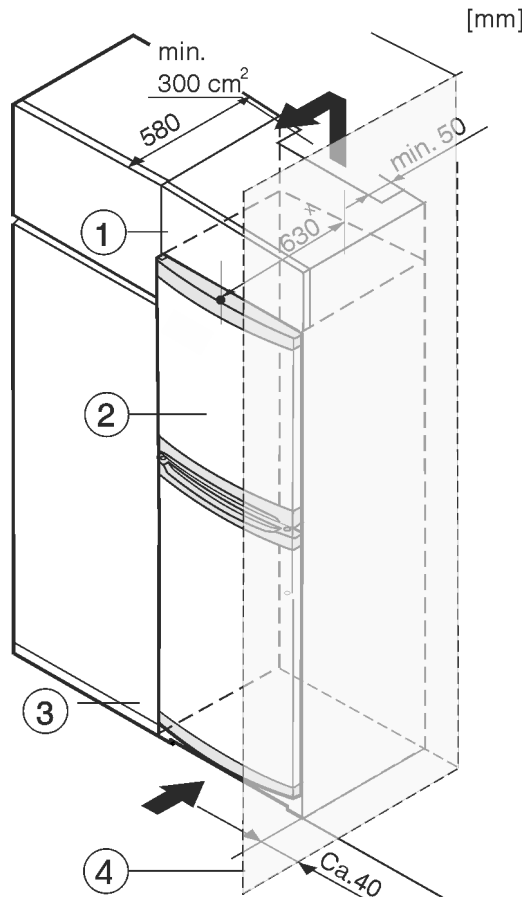

Fig. 8
- (1) Viseći ormar
- (2) Uređaj
- (3) Kuhinjski ormar
- (4) Zid
Uređaj se može adaptirati za ugradnju u kuhinjske ormare. Kako biste uređaj Fig. 8 (2) prilagodili visini kuhinjskog namještaja, iznad uređaja možete postaviti viseći ormar Fig. 8 (1).
Kod adaptacije s kuhinjskim ormarima (dubina maks. 580 mm) uređaj se može postaviti izravno uz kuhinjski ormar *Fig. 8 (3)*. Uređaj stoji bočno 34 mm x i u sredini uređaja 50 mm x nasuprot pročelju kuhinjskog ormara.
Kada se uređaj postavlja s okovima pored zida *Fig. 8 (4)*, razmak između uređaja i zida mora iznositi najmanje 40 mm. To odgovara stajanju ručice kod otvorenih vrata.